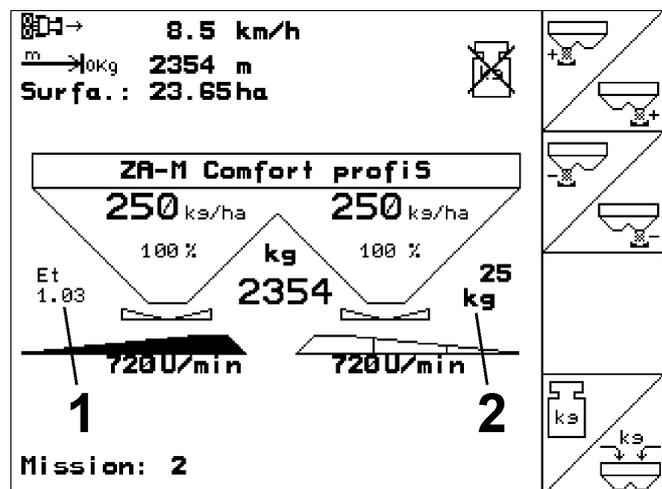

Fig. 42
- Facteur instantané d'étalonnage (Fig. 42/1).
- Quantité épandue depuis le dernier étalonnage en ligne (Fig. 42/2).